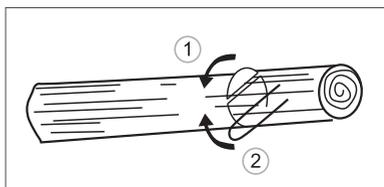

Рис. 22
3. В случае, когда ствол находится на опорах с двух концов, сначала пропилите сверху на 1/3 диаметра ствола, чтобы избежать раскалывания. После этого закончите срез снизу так, чтобы он совпал с первым срезом, избегая заклинивания (рис. 22).